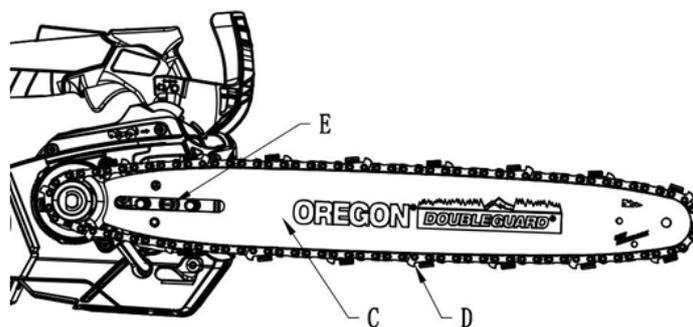

Fig 7
4. Ajuste el ajustador de tensión de la cadena (E) y monte la espada (C) y la cadena (D) como se muestra en la Fig. 7.